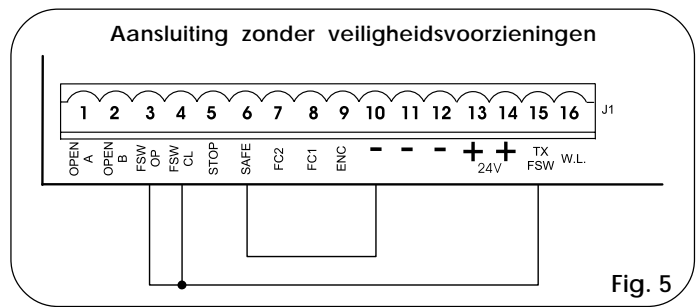

Fig. 5
N.B. Als er geen veiligheidsvoorzieningen worden gebruikt, moeten de klemmen worden overbrugd zoals op fig. 5.
Nota bene: als er geen veiligheidsvoorzieningen bij opening worden aangesloten, moet een brug worden aangebracht tussen de klemmen FSW OP en -TX FSW (fig. 5).
Nota bene: als er geen veiligheidsvoorzieningen bij sluiting worden aangesloten, moet een brug worden gemaakt tussen de klemmen FSW CL en -TX FSW (fig. 5).
Nota bene: als er geen veiligheidsvoorzieningen "veiligheidslijst" worden aangesloten, moet een brug worden gemaakt tussen de klemmen SAFE en - (fig. 5).